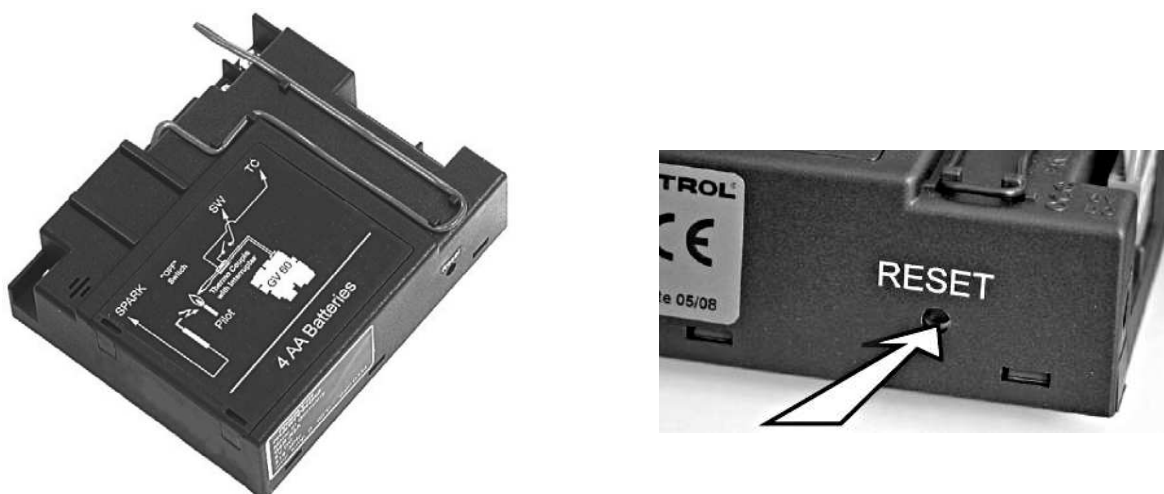

Figura 3: Botón “RESET” del receptor
- Presione el botón **"RESET"** del receptor y manténgalo hasta la emisión de 2 señales sonoras. Ver figura 3.